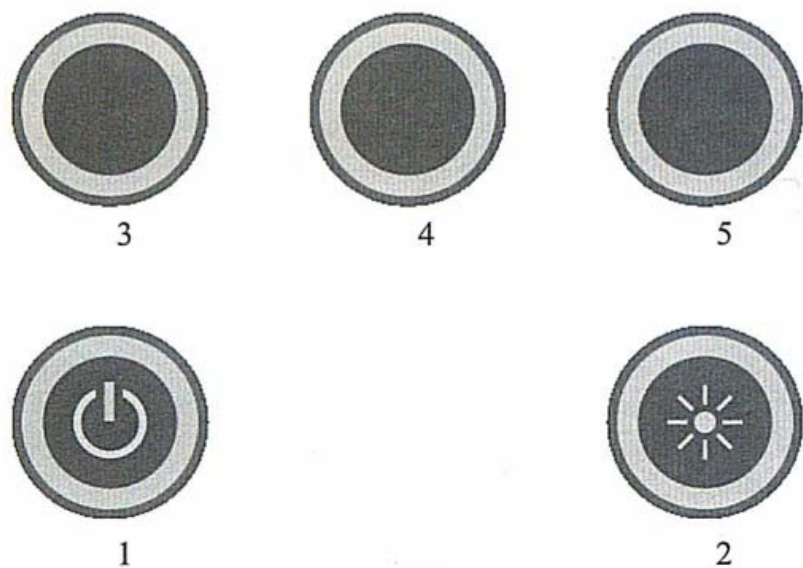

Рис.2 – Кнопки управления.
6.2.3.1 Включите прибор однократным нажатием на кнопку (1, Рис.2). Перед началом работы убедитесь в работоспособности элементов питания (батарей). Если после включения прибора на дисплее появится надпись “ЗАМЕНИТЕ БАТАРЕЮ!”, нужно заменить батареи на новые.